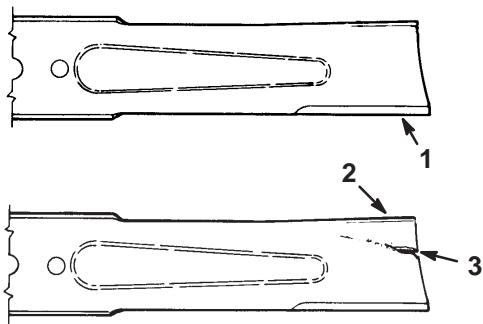

Bild 24
3. Untersuchen Sie die Schnittkanten (Bild 24). Bauen Sie, wenn die Kanten nicht scharf sind oder Kerben aufweisen, die Schnittmesser aus und schärfen sie. Siehe „Schärfen der Messer“ auf Seite 15.
4. Untersuchen Sie die Schnittmesser, insbesondere den gebogenen Bereich (Bild 24). Montieren Sie, wenn Sie Schäden, Verschleiß oder Rillenbildung in diesem Bereich feststellen (Bild 24), sofort ein neues Schnittmesser.